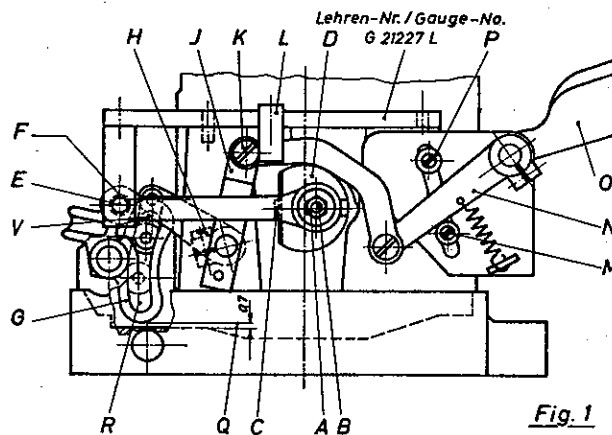

Fig.1
Der Transportmechanismus wird in der Montage nach Lehre G 21227 L eingestellt. Zur Kulisseneinstellung löse die Mutter (A, Fig.1). (ACHTUNG! MUTTER HAT LINKSGEWINDE). Stelle Bolzen (B) mittels Stellschraube (C) im Achskopf (D) so ein, daß der Stift (E) der Lehre in die Bohrung (F) des Kulissenantriebsbolzens einrastet, wenn der obere Kulissentheil in seiner äußersten Stellung in Richtung zur Nadel steht. Ziehe die Mutter (A) wieder gut an. Löse Pratzschraube (H); lege Paßstück (V) in die Kulissee (G) und stelle den Kulissenstein gegen das Paßstück (V); schwenke den Hebel (I), bis der Schraubenkopf (K) am Anschlag (L) der Lehre anliegt; ziehe die Pratzschraube (H) wieder gut an. Nun stelle den Anschlag (M) gegen den Hebel (N).
The feed mechanism is set in the assembling department by using gauge G 21227 L. To adjust rocker "G" loosen nut (A, Fig.1). (CAUTION! NUT HAS LEFT THREAD). Place the feed crank stud (B) in the main shaft slot (D) by the regulating screw (C) so, that the pin (E) of the gauge fits into the hole (F) of the feed rocker shaft, when the upper part of the segment of the rocker (G) is in its end position to the needle. Tighten nut (A). Loosen screw (H); place distance gauge (V) in the segment of the rocker (G) and press the sliding block against the distance gauge (V). Move lever (I) until the head of the screw (K) contacts the stop (L) of the gauge. Tighten screw (H). Then set stop ring (M) against lever (N).
ACHTUNG! BEACHTE, DAB BEI GRÖBTEM KULISSEN-AUSSCHLAG 0,7 mm FREIGÄNGIGKEIT ZUM GEHÄUSEBODEN VORHANDEN IST. (Q, Fig.1).
CAUTION! BE SURE THAT THERE IS 1/32 INCH SPACE BETWEEN THE SEGMENT (G) AND THE BED AT THE LARGEST STITCH LENGTH (Q, Fig.1).